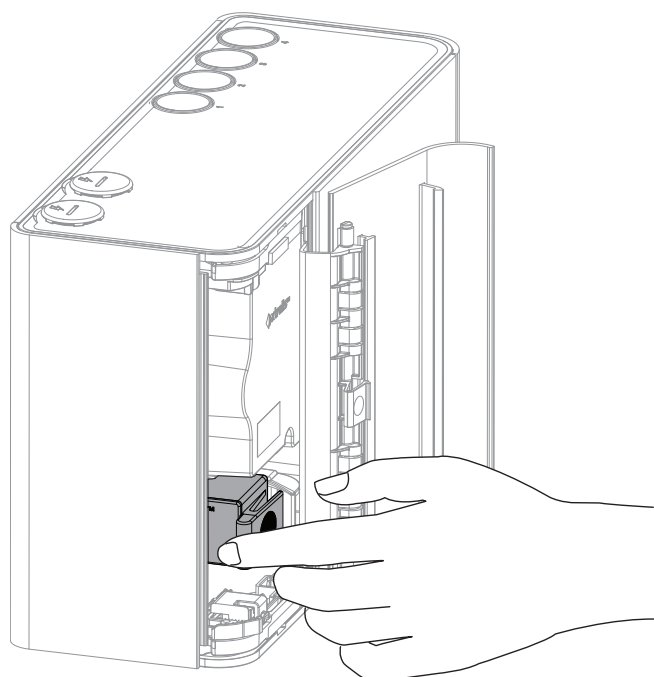

Figura 7-6: Reinstalación del filtro
4. Haga presión con firmeza, como se indica en la Figura 7-6, hasta que el filtro haga un sonido de clic y no se pueda mover más.